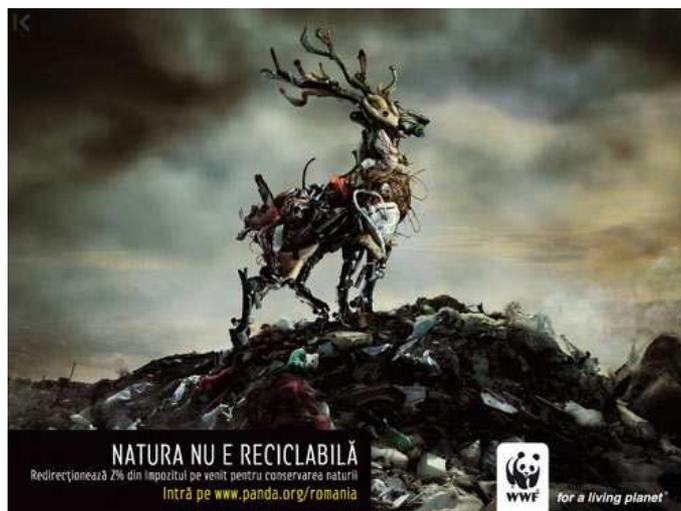

Figura 26.
b) Los que se encargan del diseño gráfico (para maquetación, cartelería, diseño de páginas web, retoque fotográfico, etc.), es decir, de la imagen en si misma, sin referencias concretas a un objeto externo tridimensional. Los programas de diseño grafico, sin embargo, se centran principalmente en la imagen como tal: su resolución, las opciones de color, la impresión y sus parámetros, la reproducción en video, etc. En este caso el control sobre la exactitud de las formas es menos exhaustivo, ya que lo importante es el coloreado de los píxeles¹ que forman la imagen. De este modo, en muchas ocasiones, las imágenes finales quedan almacenadas simplemente como **mapas de bits** (ver figura 26). Algunos de esos programas nos dan la opción de trabajar en distintos planos (capas de dibujo) y en cada uno de ellos hacerlo como mapa de bits o como dibujos vectoriales. Podemos así manejar entidades de ambos tipos si es necesario.